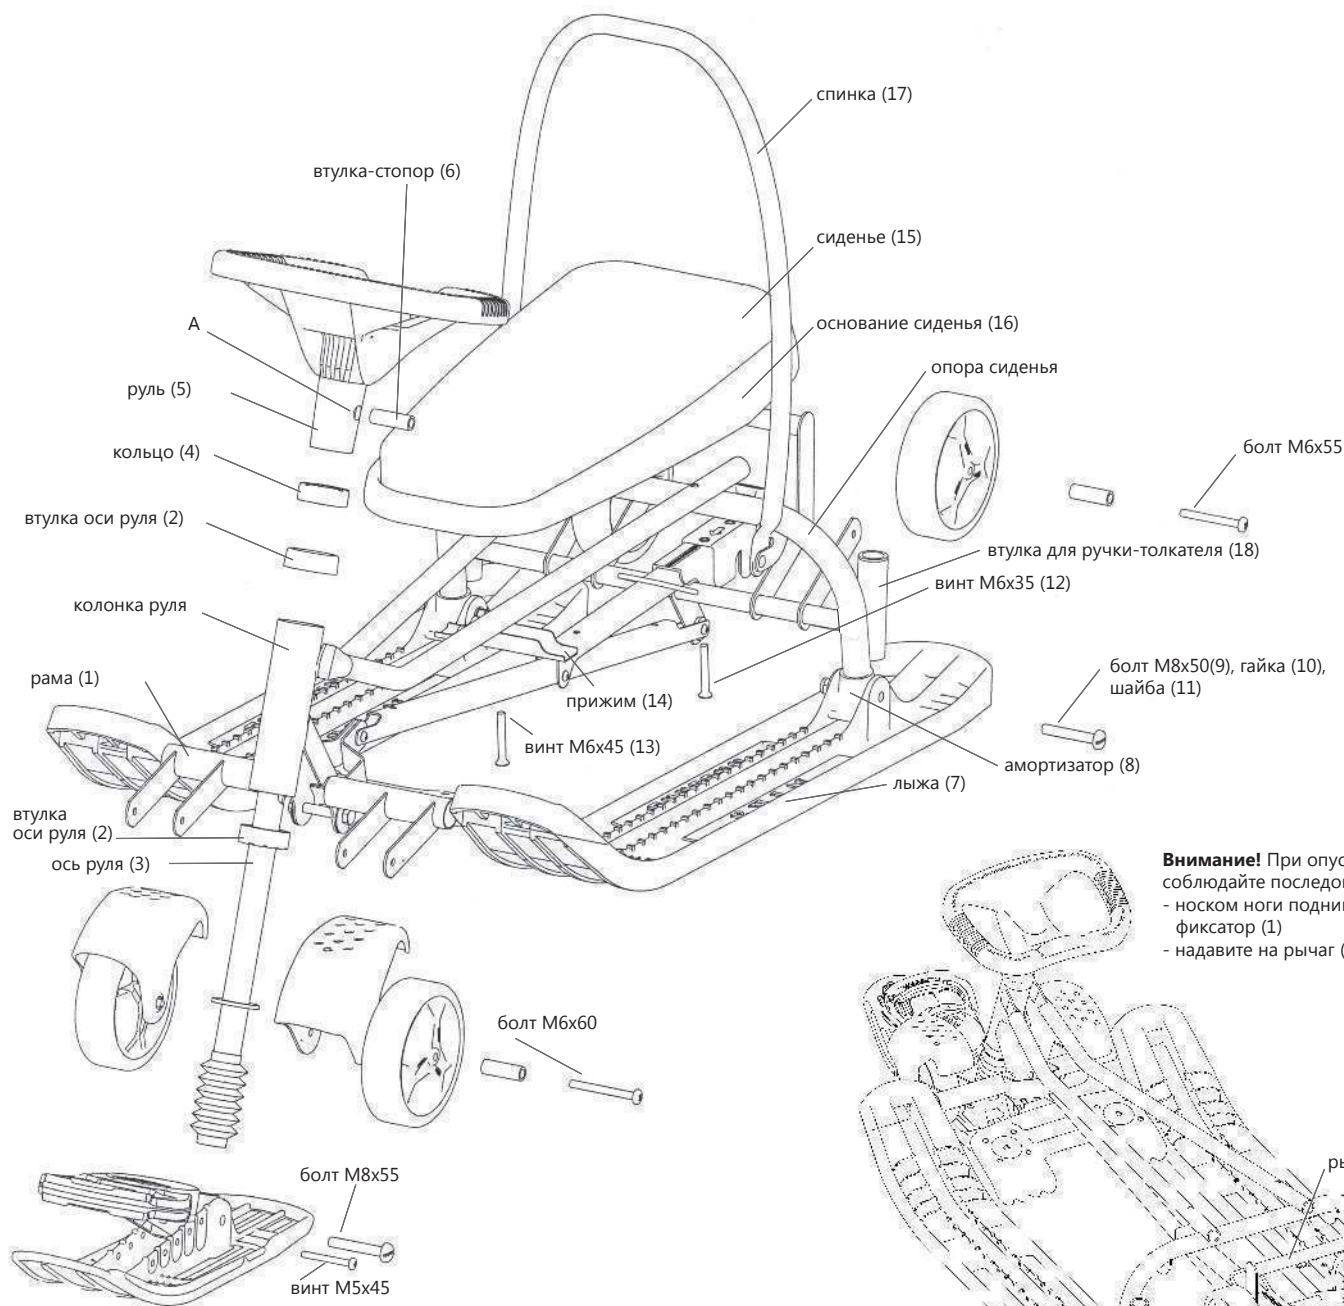

рис. 1 Сборка снегоката арт. ТС6
Для приведения снегоката в рабочее состояние необходимо провести сборочные операции в соответствии с прилагаемой схемой (рис. 1). Для сборки применяются гаечный ключ на 13 и отвёртка.
- установите с обеих сторон колонки руля втулки оси руля (2) (рис. 1);
- вставьте ось руля (3) в колонку руля
- закрепите предварительно кольцо (4) на руле (5) выше крепежного отверстия (А);
- установите руль (5) на ось руля (3), совмещая отверстия (А), установите втулку-стопор (6), перемещая кольцо (4) закройте втулку-стопор (6);
- соблюдая право/лево вставьте лыжи (7) на металлические полозья рамы (1), установите амортизаторы (8) на опору сиденья рамы (1).
- закрепите лыжи (7) через амортизатор (8) болтом (9) с гайкой (10) и шайбой (11);
- при помощи 2-х винтов M6x35 (12) и винта M6x45 (13) с прижимом (14) закрепите сиденье (15) с основанием (16) на раме. Рекомендуется «наживить» винты рукой, затянуть до упора отвёрткой (не применять электроинструменты);
- на спинку (17) наденьте чехол;
- при необходимости, вставьте ручку-толкатель во втулки на раме (18).